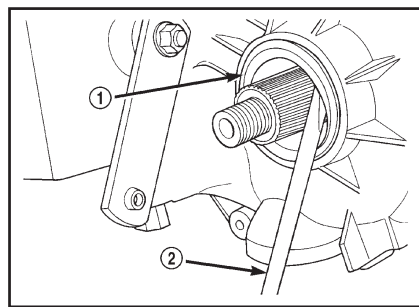

Рис. 9 Снятие переднего сальника выходного вала
- Извлеките сальник из переднего картера при помощи монтировки (рис. 9).